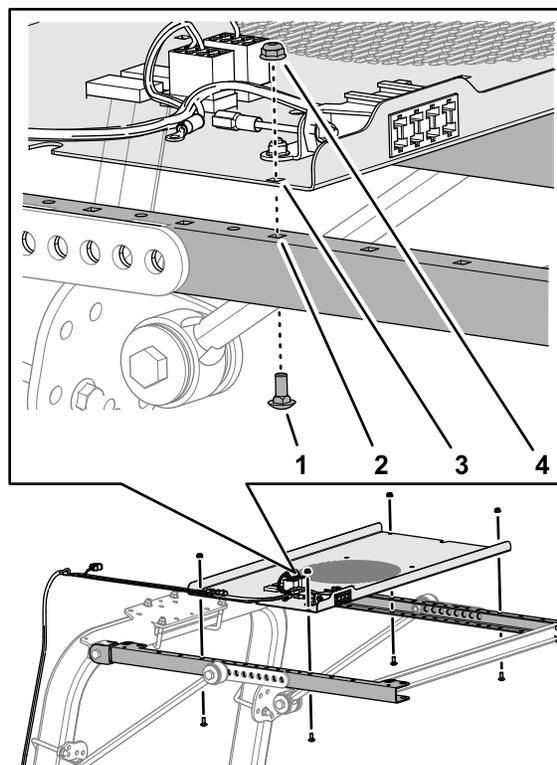

Figura 8
1. Alinee los orificios cuadrados del panel de interruptores con los orificios cuadrados de los 2 perfiles laterales del bastidor, como se muestra en la Figura 8.
2. Monte el panel de interruptores en los perfiles laterales del bastidor (Figura 8) con los 4 pernos